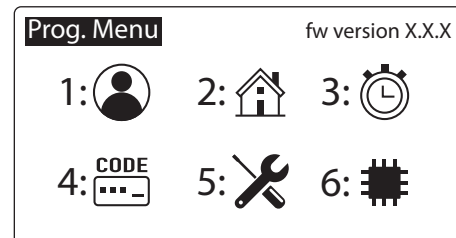

Fig. 8
Dal menù di programmazione (**Fig. 8**):
- dal menù di programmazione principale (**Fig. 8**), premere **1** per entrare nel menù utente
- dal menù di programmazione principale (**Fig. 8**), premere **1** per entrare nel menu utenti